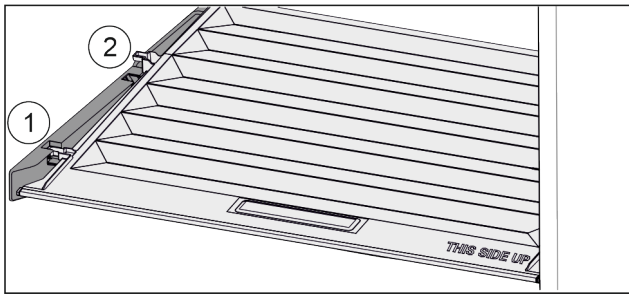

Fig. 142
- ▶ 将盖子向前拉 Fig. 142 (1)至定位件开口。
- ▶ 从下方抬起后端并向上将其移出 Fig. 142 (2)。